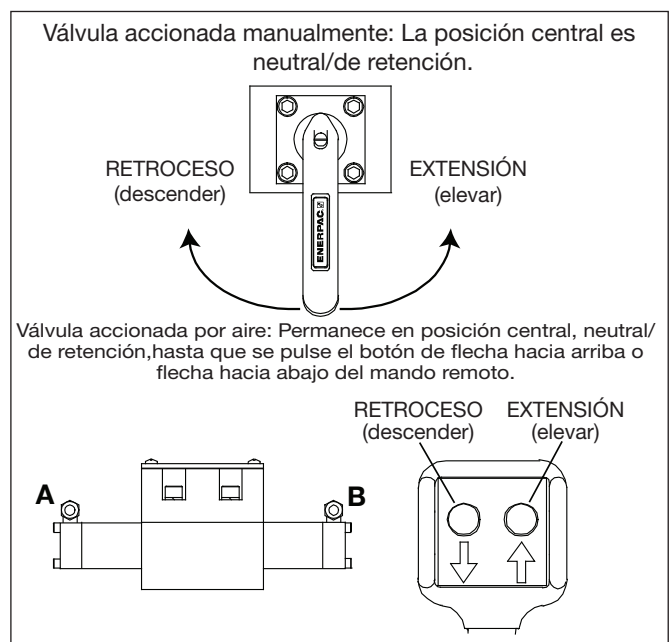

Figura 3, Válvula de control y detalles del mando remoto
5.1 Válvulas de control (véase la Figura 3)